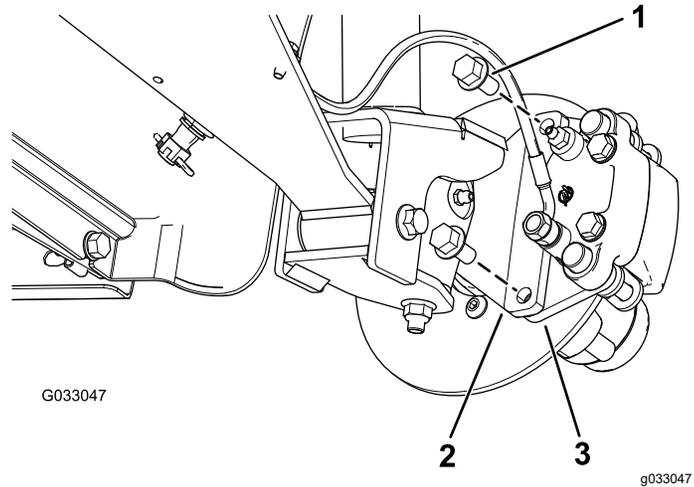
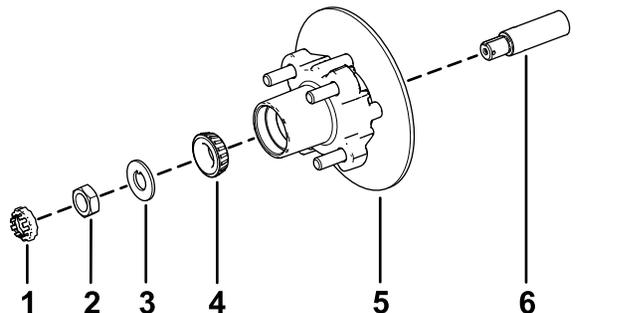

Рисунок 29
Рисунок 33
3. Выверните болты с фланцевыми головками ( $\frac{3}{8} \times \frac{3}{4}$  дюйма), которые крепят кронштейн тормоза в сборе к оси, и отделите тормоз от оси (Рисунок 29).
- Нанесите тонкий слой консистентной смазки указанного типа на ось (Рисунок 33).
- Установите ступицу и тормозной диск на ось так, чтобы тормозной диск был внутри (Рисунок 33).
- Установите наружный подшипник на ось и в наружное кольцо (Рисунок 33).
- Установите стопорную шайбу на ось (Рисунок 33).
поворачивая ступицу так, чтобы подшипник был посажен на место (Рисунок 33).
2. Совместите тормозные колодки с обеих сторон тормозного диска (Рисунок 29) с отверстиями в кронштейне суппорта и отверстиями в креплении тормоза на цапфе (Рисунок 33).
3. Закрепите кронштейн суппорта на цапфе (Рисунок 29) с помощью 2 болтов с фланцевыми головками ( $\frac{3}{8}$  x  $\frac{3}{4}$  дюйма).